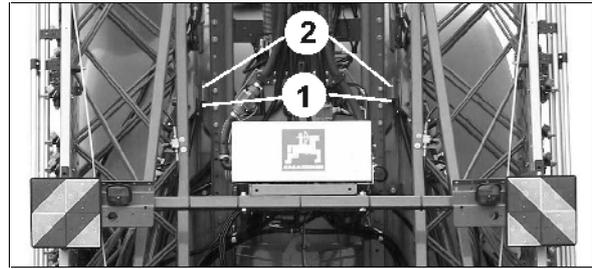

Bild 52
2. Sänk ned sprutrampen helt med höjdinställningen, tills fångbyglarna (Bild 52 /1) gått i ingrepp med fånghakarna (Bild 52 /2).
Bild 52 visar rampen med låst transportlåsning.
Om fångbyglarna (Bild 52 /1) inte kommer ner i fånghakarna (Bild 52 /2) måste sprutrampen riktas in med lutningsinställningen.